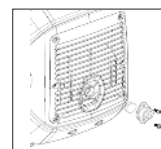

Рис. 27
- Когда глушитель остынет, ослабьте винты на выходе глушителя и снимите искрогаситель (Рис. 27).